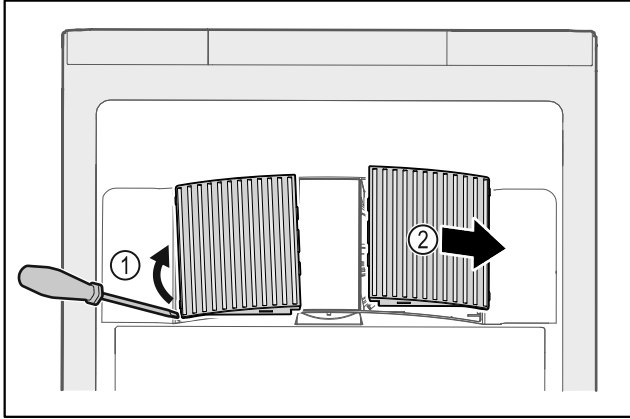

Fig. 140
- ▶ Óvatosan fessegesse le a ventilátor burkolatait oldalról Fig. 140 (1), és emelje le őket előre felé Fig. 140 (2).